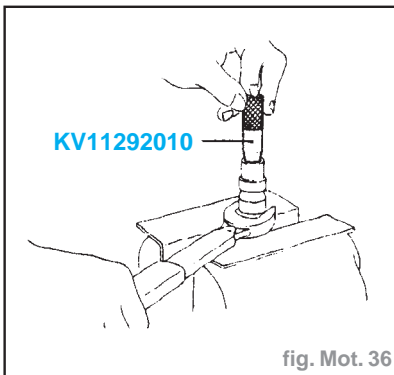

fig. Mot. 36
- Remonter en inversant l'ordre de dépose, en observant ce qui suit (fig. Mot. 36).